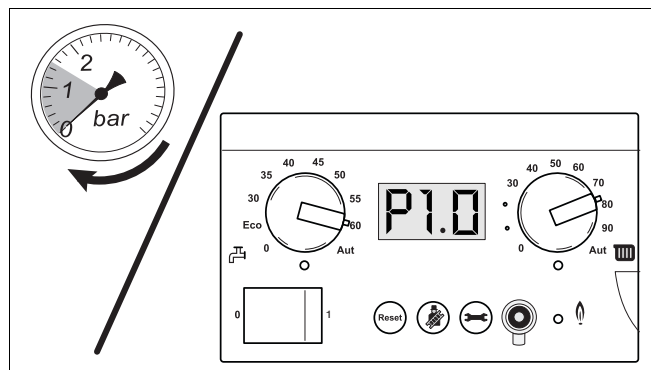

Fig. 61 Installatiedruk aflezen
- Vul de installatie tot de druk circa 1,5 bar bedraagt en sluit dan de vulkraan (→ fig. 61).
- Lees opnieuw de installatiedruk af op het display van de BC10 (→ fig. 61). Indien de druk lager is dan 1,0 bar, dient het cv-toestel weer bijgevuld te worden zoals boven staat omschreven. Begin hierbij op de laagste verdieping in het pand, en ga steeds één verdieping hoger.